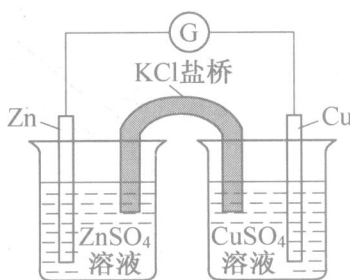

图 1-2 铜锌原电池实验图
2. 按图 1-2 铜锌原电池实验图组装好仪器,向两只烧杯中分别加入 30mL $1.0\text{mol} \cdot \text{L}^{-1} \text{CuSO}_4$ 溶液和 30mL $1.0\text{mol} \cdot \text{L}^{-1} \text{ZnSO}_4$ 溶液,将连接导线和电流计的锌片和铜片分别插入 ZnSO_4 溶液和 CuSO_4 溶液中,将盐桥插入两只烧杯内的电解质溶液中。